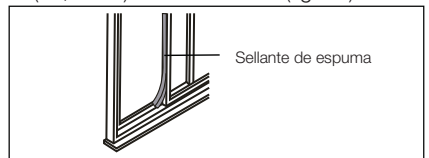

Fig. 21
- Corte el sellante de espuma a la longitud adecuada y selle el espacio abierto entre la ventana de guillotina y la exterior, como se muestra en la fig. 21.